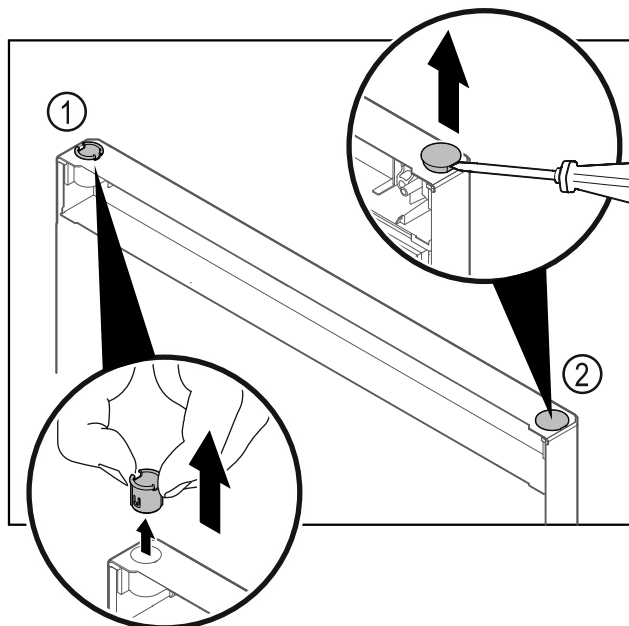

Fig. 31
- ▶ Wyjąć palcami tuleję zawiasu Fig. 31 (1).
- ▶ Zatyczkę osłonki Fig. 31 (2) ostrożnie podważyć przy pomocy śrubokręta płaskiego i wyjąć.